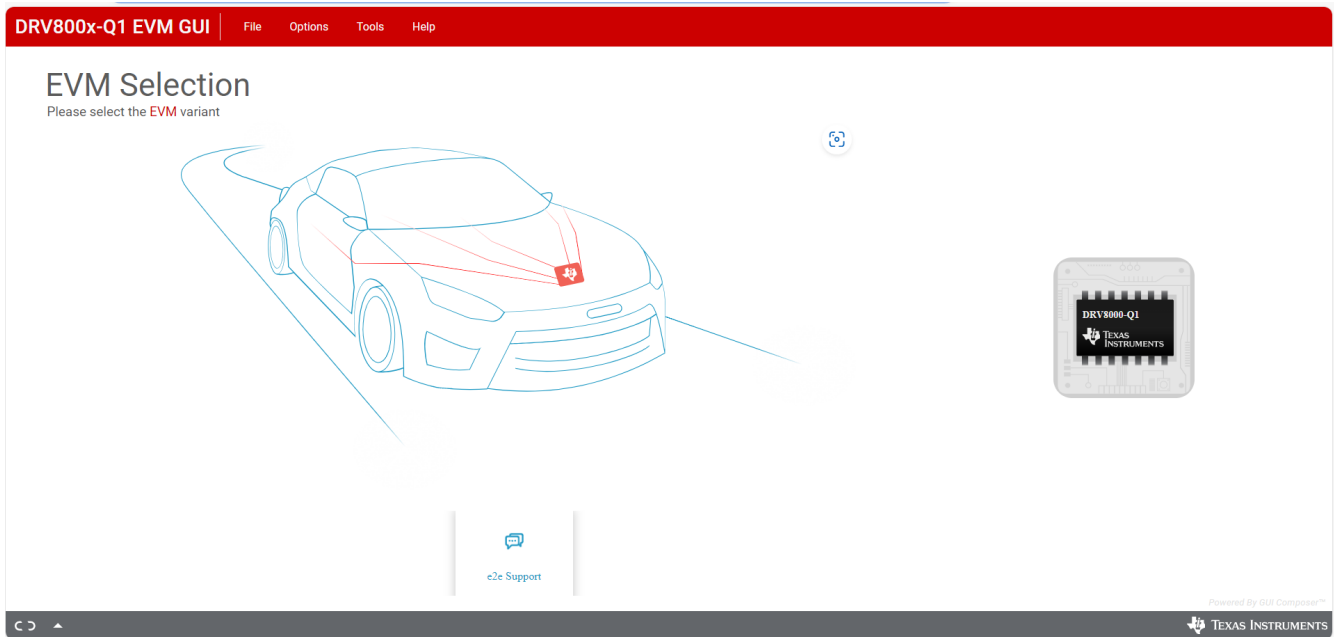

图 3-2. GUI 登录页面
1. 在 EVM 连接到 PC 的情况下，打开 GUI。图 3-2 展示了主页。